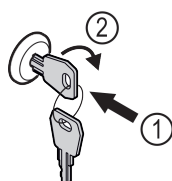

Fig. 172 Immagine a titolo di esempio
- Inserire la chiave Fig. 172 (1).
- Ruotare la chiave di 90° in senso orario Fig. 172 (2).